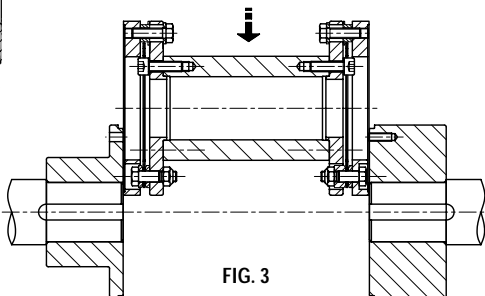
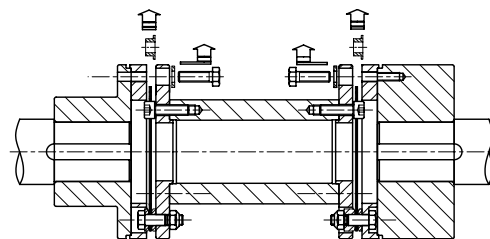

FIG. 3
FIG. 4
- 1.7 S'assurer que la face des moyeux (8) et (9) sont parfaitement dégraissées ainsi que les faces des brides sandwich (1.3). Introduire l'ensemble flottant entre les deux moyeux (fig. 3). Enlever les vis de blocage (15) ainsi que les rondelles (17) et les inserts de blocage (16) à chaque extrémité (fig. 4). L'ensemble flottant doit maintenant être maintenu en position par les deux moyeux (8) et (9). Si tel n'est pas le cas, la distance entre moyeux et (ou) l'alignement ne sont pas corrects et doivent être corrigés (voir points 1.3 et 1.4).
- 1.7 Controleer of beide naaf vlakken (8) en (9) en tussenflens (1.3) goed ontvet zijn. Plaats het vrijdragende gedeelte om de koppeling tussen de twee naven (fig. 3). Verwijder de transport schroeven (15) met ringen (17) en transport stukken aan beide zijden (fig. 4). Het vrijdragende gedeelte van de koppeling moet in positie gehouden worden door de twee naven (8) en (9). Indien de afstand tussen de naven en/of de uitlijning niet in orde is moet dit alsnog nauwkeurig uitgevoerd worden (zie punt 1.3 en 1.4).
- 1.7 Ensure that both hub faces (8) and (9) and sandwich flange (1.3) are perfectly degreased. Introduce floating assembly between the two hubs (fig. 3). Remove the shipping screws (15) with rings (17) and shipping inserts (16) at each end (fig. 4). The floating assembly must be maintained in position by the two hubs (8) and (9). If not, the distance between the hubs and (or) the alignment are wrong and must be corrected (see points 1.3 and 1.4).
- 1.7** Se till att de båda navsidorna (8) och (9) samt att skivpaketets (1,3) sidor är väl avfettade. Placera mellandelen mellan de båda naven (fig. 3). Demontera leveransskruvarna (15) med ringar (17) och leveranssats (16) på båda sidor (fig. 4). Mellandelen skall nu hållas upp av de båda naven (8) och (9). Om så ej är fallet är avståndet mellan naven eller vinkelinställningen felaktig och måste rättas till (se punkt 1.3 och 1.4).
- 1.7** Beide Anlageflächen der Naben (8 + 9) und der Flansche (1.3) sind sorgfältig zu entfetten. Zwischenstück (2) zwischen die beiden Naben setzen (fig. 3). Beidseitig die Transportschrauben (15) mit Scheibe (17) und Distanzstück (16) entfernen (fig. 4). Zwischenstück exakt in die erforderliche Position zwischen die Naben (8 + 9) bringen. Im Falle, daß der Nabenanstand und (oder) die Verlagerung falsch sind, müssen diese korrigiert werden (siehe Abschnitt 1.3 + 1.4).
- 1.7** Assicurarsi che entrambe le superfici dei mozz (8) e (9) e la flangia sandwich (1.3) siano perfettamente sgrassate. Introdurre l'assieme flottante tra i due mozz (fig. 3). Rimuovere le viti di sicurezza (15) con gli anelli (16) e gli inserti ad ogni estremità (fig. 4). L'assieme flottante deve essere tenuto in posizione tra i due mozz (8) e (9), altrimenti la distanza tra i mozz e (oppure) l'allineamento sono errati e devono essere corretti (vedere i punti 1.3 e 1.4).